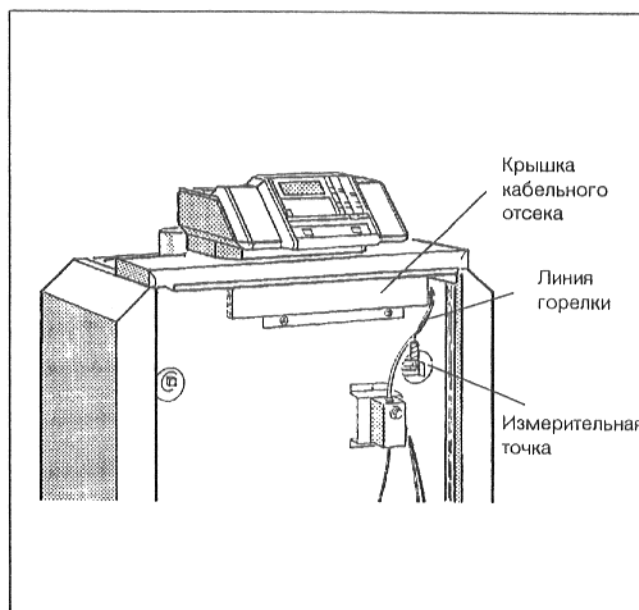

Рис. 9: Передняя сторона котла
- Отвинтить крышку кабельного отсека (Рис. 9).
- Провести капиллярные трубки датчиков температуры, а при устройстве регулирования "Ecomatic" - линию датчика температуры воды подающей линии котла под передним кожухом котла вперед к измерительной точке. При этом размотку производить только на требуемую длину (Рис. 9).
- Провести линию горелки через кабельный отсек и под передним кожухом котла назад к месту подключения устройства регулирования (Рис. 9).